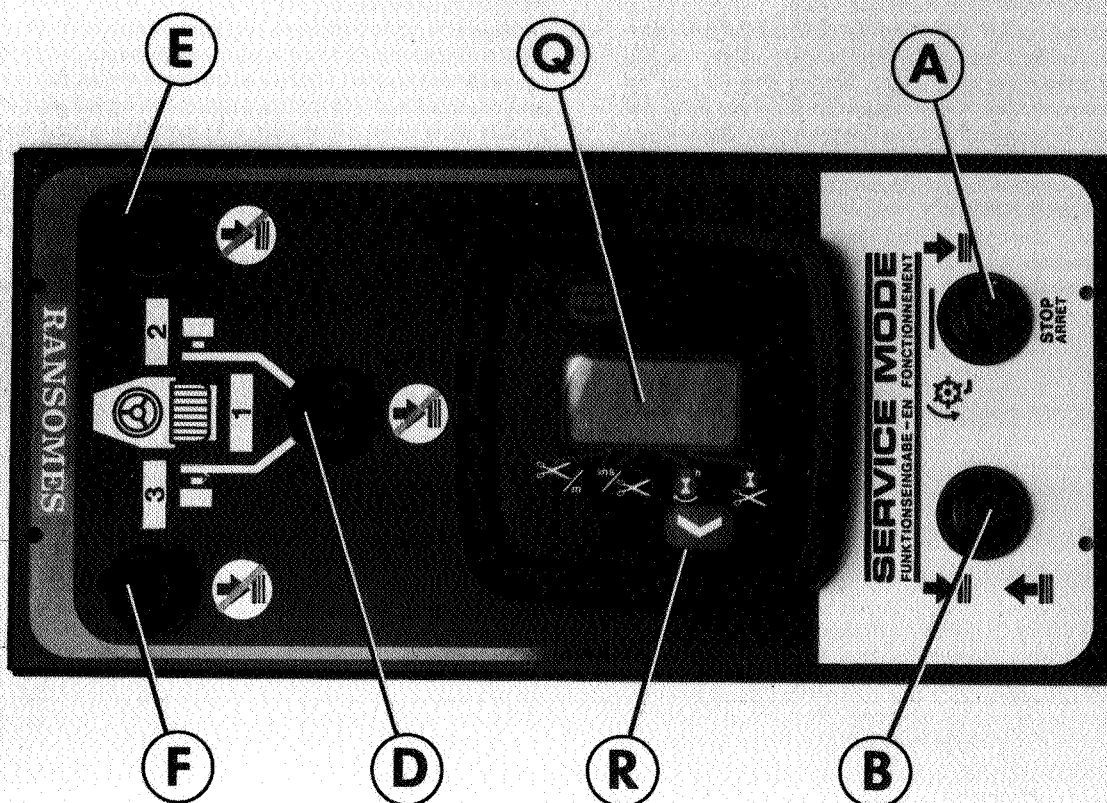
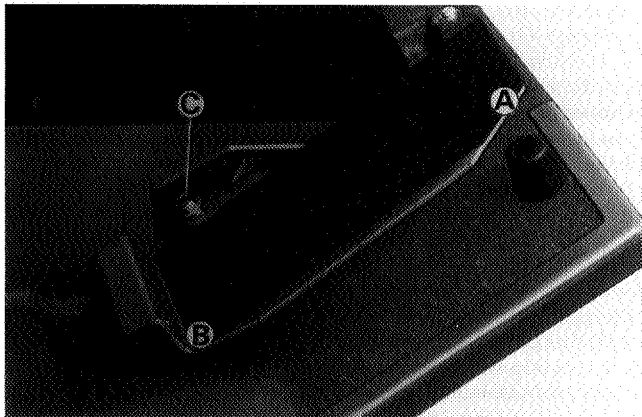

Fig.14
Fig.15
(Champion Fig. 14)
KEY TO CONTROL CONSOLE (Fig. 14)
SCHLÜSSEL ZUR BEDIENUNGSKONSOLE (Fig. 14)
(Champion, Fig. 14)
LEGENDE DU TABLEAU DE COMMANDE (Fig. 14)
SETTING THE CUTS PER METRE CONTROL (Champion Fig. 14 and Fig. 15)
- Release the handbrake and drive the machine forward using the footpedal for forward drive, which should be fully depressed against the stop screw (C Fig. 15).
- Read off the cuts per metre setting on the indicator panel (Q Fig. 14).
If the reading is lower than is required, stop the machine and adjust the pedal stop screw (C Fig. 15) by turning it anti-clockwise. Re-run the machine and re-check the setting. Turning the screw clockwise will decrease the cuts per metre reading. Refer also to performance charts (pages 20 and 21). Once set the adjustment should not need to be altered unless a change of finish is required. A few minutes practice will soon enable the operator to adjust the reading to within 10 cuts per metre.
EINSTELLEN DER SCHNITTE/M-STEUERUNG (Champion Fig.14 und Fig.15)
- (c) Die Feststellbremse ausrücken und die Maschine mit ganz gegen die Anschlagschraube (C Fig.15) niedergedrücktem Vorwärtsgangpedal in Vorwärtsrichtung fahren.
- (d) Die Schnitte/m-Einstellung auf der Anzeigetafel ablesen (Q Fig.14).
Ist der Anzeigewert geringer als gefordert, die Maschine anhalten und die Pedalanschlagschraube (C Fig.15) durch Drehen im Gegenuhrzeigersinn einstellen. Die Maschine wieder in Gang setzen und die Einstellung nachprüfen. Drehen der Schraube im Uhrzeigersinn verringert die Schnitte/m-Einstellung. Siehe auch Leistungstabellen (Seite 20 und 21). Nach erfolgter Einstellung sollte keine Änderung erforderlich sein, es sei denn, daß eine andere Oberflächenqualität gewünscht wird. Mit einigen wenigen Minuten Übung sollte der Bediener bald in der Lage sein, die Einstellung auf innerhalb 10 Schnitte/m zu justieren.
(Champion, Fig.14 et Fig.15)
- (c) Desserrer le frein à main puis faire rouler la machine en marche avant à l'aide de la pédale qui doit être enfoncée au maximum et reposer contre la vis de butée (C, Fig.15).
- (d) Lire le nombre de coupes au mètre (Q, Fig.14).
Si le chiffre affiché est inférieur au nombre de coupes requis, arrêter la machine puis la vis de butée de la pédale (C, Fig.15) en la tournant dans le sens inverse des aiguilles d'une montre. Refaire rouler la machine pour vérifier le nouveau réglage. Tourner la vis dans le sens des aiguilles d'une montre pour diminuer le nombre de coupes au mètre. Consulter également les tableaux (pages 20 et 21). Dès que le réglage est correct, ne pas le modifier, sauf si on souhaite changer la qualité de la finition. Quelques minutes d'exercices pratiques suffisent au conducteur pour obtenir le réglage désiré, avec une tolérance de plus ou moins 10 coupes au mètre.